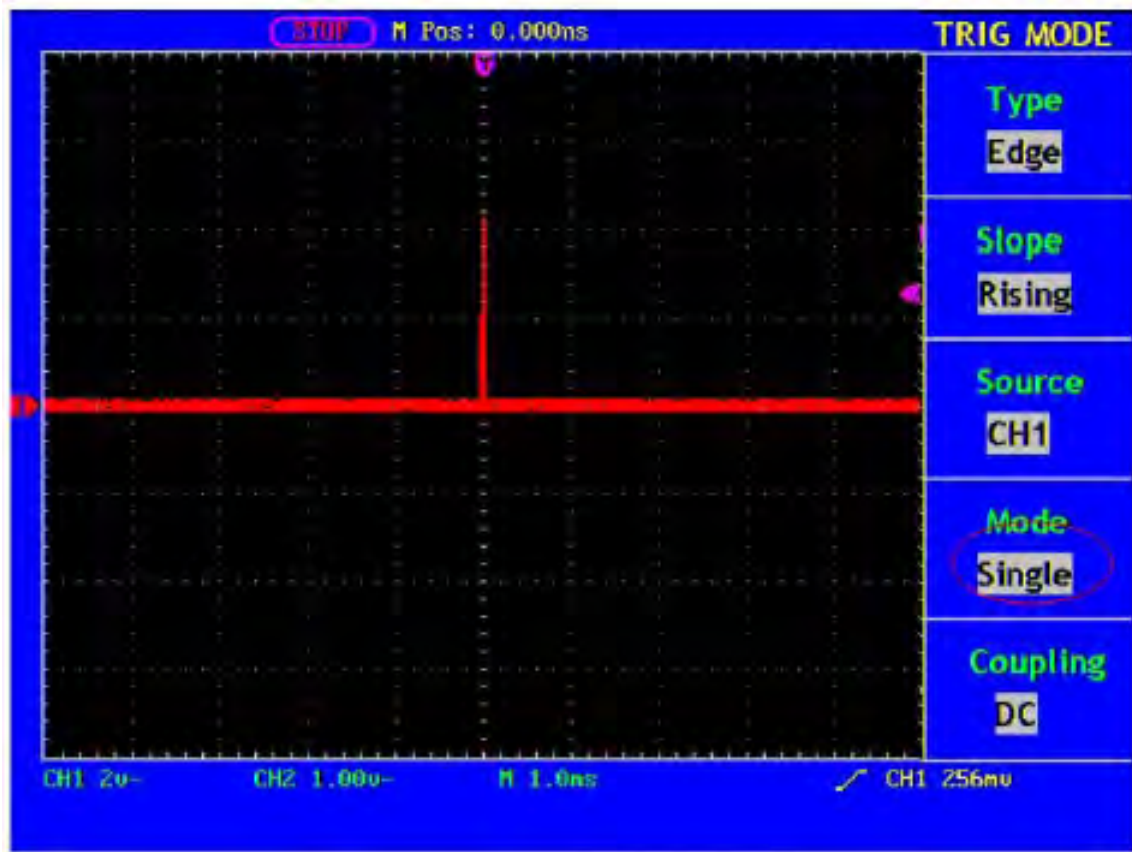

Abb. 55 Einzelsignal aufzeichnen
10. Wenn die Triggerstatusanzeige am oberen Bildschirmrand nicht **Ready** ist, drücken Sie die Taste **RUN/STOP**, starten Sie **Acquire** und warten Sie auf das Erscheinen des zu den Triggerbedingungen konformen Signals. Wenn ein Signal den eingestellten Triggerpegel erreicht, wird eine Abtastung gemacht und dann auf dem Bildschirm ausgegeben. Mit dieser Funktion kann jedes zufällige Auftreten leicht aufgenommen werden. Um z.B. einen Impuls mit hoher Amplitude aufzunehmen, stellen Sie den Triggerpegel auf einen Wert etwas oberhalb des normalen Signalpegels ein, drücken dann die Taste **RUN/STOP** und warten ab. Tritt ein Impuls auf, wird das Gerät automatisch triggern und die Wellenform aufzeichnen, die im Zeitraum um die Triggerzeit erzeugt wurde. Drehen Sie den Einstellknopf **HORIZONTAL POSITION** im Horizontal-Bedienfeld, um die Horizontalposition der Triggerposition so zu verändern, dass eine negative Verzögerung entsteht, mit der Sie die Wellenform vor dem Impuls einfach beobachten können (siehe Abb. 55).